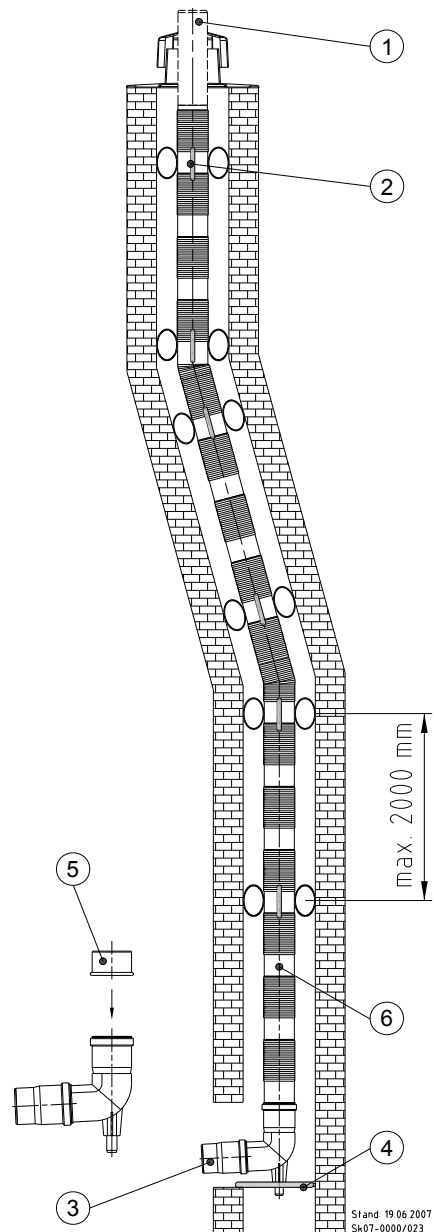

Abb. 33: Kaminsystem, flexibel
Nachfolgende Beschreibungen beziehen sich auf Abb. 33:
Legende zu Abb. 33:
Als erstes wird das Unterteil ⑬ über das Leitungsende ① (s. Abb. 33) geschoben und mit seiner Flanschfläche mittels beiliegendem Befestigungssatz auf der Schachtmündung festgeschraubt. Je nach Oberfläche der Schornsteinmündung ist ein geeignetes Abdichtmittel zu verwenden. Die Flexrohrklemme ⑭ wird aufgespreizt und über das Leitungsende bis zum Unterteil ⑬ geschoben. Die Flexrohrklemme ⑭ fasst in eine Ringnut an der Oberkante des Oberteiles und verhindert so das Abrutschen der Abgasleitung in den Schacht. Zuletzt wird die Abdeckhaube übergestülpt und auf das Unterteil aufgedrückt. Nun die Abgasleitung mind. 4 cm oberhalb der Abdeckhaube abschneiden.